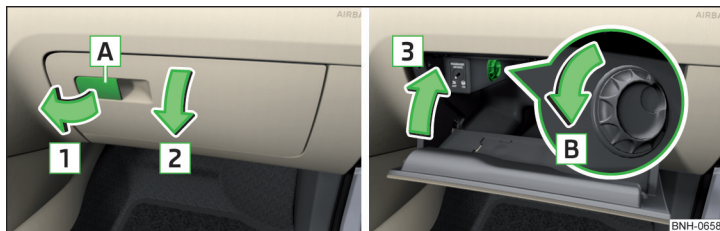

Fig. 88 Deschiderea/închiderea compartimentului de depozitare și deschiderea admisiei aerului
- Pentru **deschidere** trageți mânerul **A** în sensul săgeții **1** și rabatați capacul în sensul săgeții **2** » fig. 88.
- Pentru **deschidere**, rotiți butonul rotativ în sensul săgeții **B** până la limită » fig. 88.